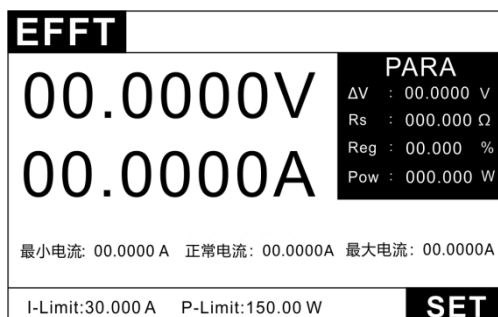

图 3.11 EFFT 模式测试界面
- 1、按  键进入模式选择页面，按上下键选择 EFFT，按  键进入 EFFT 测试界面图 3.11。
- 2、如图 3.11 在 EFFT 界面下，按  键进入设置界面。